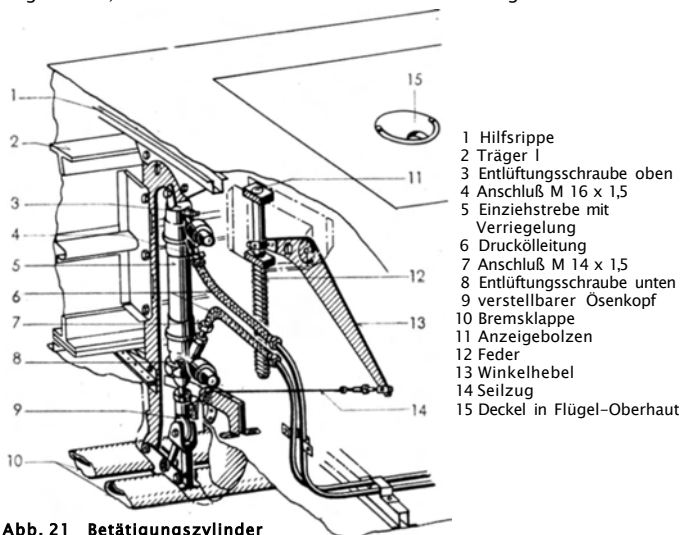

Abb. 21 Betätigungszyylinder
Um dem Führer die Stellung der Bremsklappen anzuzeigen (Abb. 21), befindet sich in jeder Flügeloberseite ein roter Anzeigebolzen (11). Bei ausgefahrenen Bremsklappen (10) treten auch sinngemäß die Anzeigebolzen aus der Flügeloberseite heraus. Bei eingefahrenen Bremsklappen sind die Anzeigebolzen in den Flügel zurückgetreten. Die Bolzen werden vom Kolben der Einziehstrebe (5), an dem ein Seilzug (14) befestigt ist, über einen Winkelhebel (13) betätigt.
| 6 Sturzflugbremse | (siehe auch Abb. 21) |